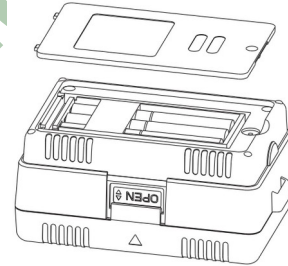

Figura 4
7.1.1 Reemplazo de Baterías (Ver Figura 4)